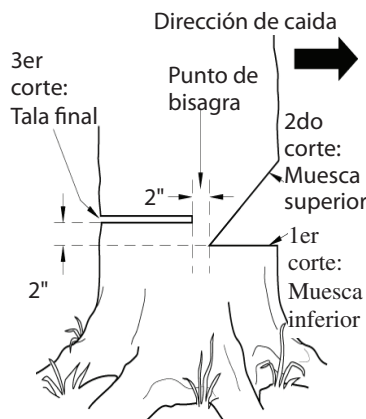

Figura 15 - Tala de un árbol
La preparación correcta de una muesca determinará la dirección en que caerá el árbol. Corte la muesca del lado del árbol correspondiente a la dirección en la cual desea que éste caiga (vea la Figura 15). Siga las instrucciones a continuación para cortar la muesca.
1. Haga el corte inferior de la muesca tan cerca del suelo como sea posible. Sujete la sierra de modo que la barra de guía se encuentre en posición horizontal. Corte a través del tronco del árbol hasta atravesar 1/3 de su diámetro (vea la Figura 15). *Nota:* Haga siempre este corte inferior horizontal en primer lugar. Si la hace en segundo lugar, el árbol puede presionar la cadena o la barra de guía.
Por ejemplo: Si el corte inferior tiene una profundidad de 20 cm, comience el corte superior 20 cm por encima de aquél. Corte en dirección hacia abajo y a un ángulo de 45°. El corte superior de la muesca debe llegar y unirse al punto final del corte inferior (vea la Figura 15).
⚠ **ADVERTENCIA:** No atraviese el árbol completamente. Deje alrededor de cinco centímetros de diámetro sin cortar, directamente detrás de la muesca (vea la Figura 15). Esta porción sin cortar funciona a manera de bisagra. La bisagra ayuda a evitar que el árbol se tuerza y caiga en la dirección equivocada.
1. Haga el corte de tala final 5 cm por encima del corte inferior de la muesca y sobre el lado opuesto del árbol (vea la Figura 15). Mantenga el corte de tala final paralelo al corte inferior de la muesca.